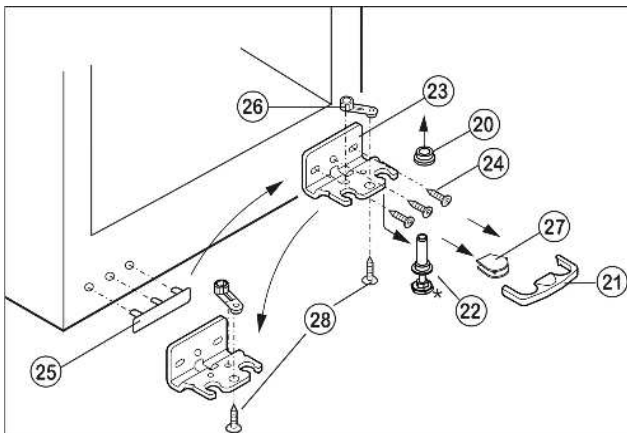

Fig. 5
- ▶ Предохранитель Fig. 5 (21) снимите движением вперед.
- ▶ Снимите крышку Fig. 5 (27).*
- ▶ Полностью поверните регулируемую опору Fig. 5 (22).
- ▶ Вытяните опорный палец Fig. 5 (22) вниз и вперед. При этом следите за гнездом шарнира Fig. 5 (20).
- ▶ Открутите опорный кронштейн Fig. 5 (23)(3 шт. Torx 25) Fig. 5 (24).
- ▶ Открутите опорную деталь Fig. 5 (26)(1 Torx 25) Fig. 5 (28) и, переставив в отверстие на противоположной стороне опорного кронштейна, снова прикрутите.
- ▶ Осторожно приподнимите и переставьте крышку Fig. 5 (25) со стороны ручки.
- ▶ Снова прикрутите опорный кронштейн Fig. 5 (23) на новой стороне шарнира, при необходимости с помощью аккумуляторного шуруповерта с усилием 4 Нм.
- ▶ Установите крышку Fig. 5 (27) на противоположной стороне.*
- ▶ Предохранитель (21) нужно зафиксировать сбоку на кронштейне, чтобы опорный палец и двери были защищены от выпадения.
- ▶ Снова защелкните предохранитель (21) на опорном кронштейне.
- ▶ Наденьте гнездо шарнира Fig. 5 (20).
- ▶ Установите дверцу сверху на нижний опорный палец Fig. 5 (22).
- ▶ При необходимости выровняйте дверцу через два продольных паза в нижнем опорном кронштейне *Fig. 5 (23)* параллельно корпусу устройства. Для этого выкрутите средний винт.